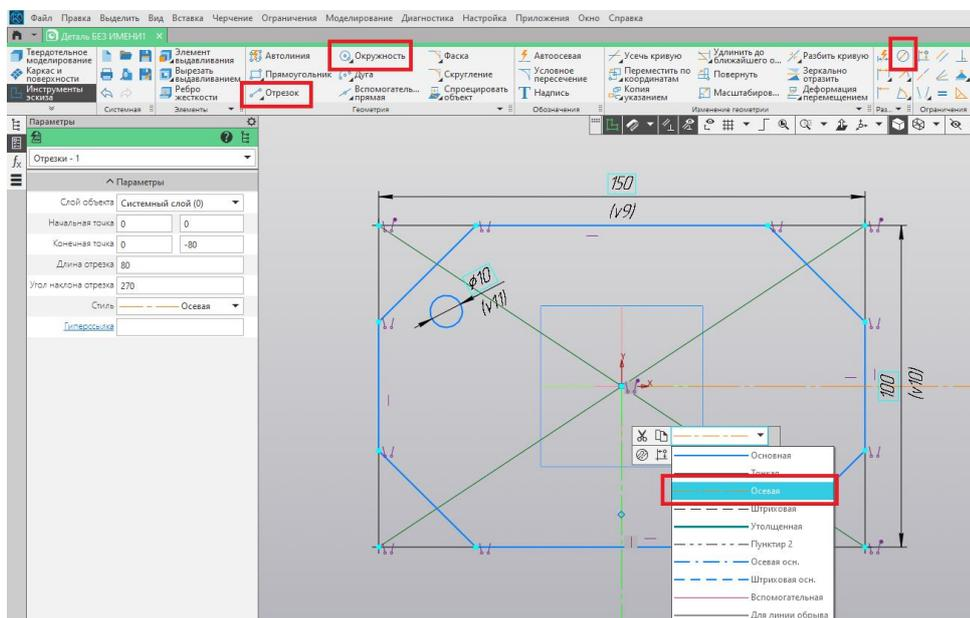

Рис. 9
5. Создаём окружность диаметром 10 мм при помощи команды «Окружность». При помощи команды «Отрезок» добавляем две осевые линии, идущие из начала координат (рис. 9).